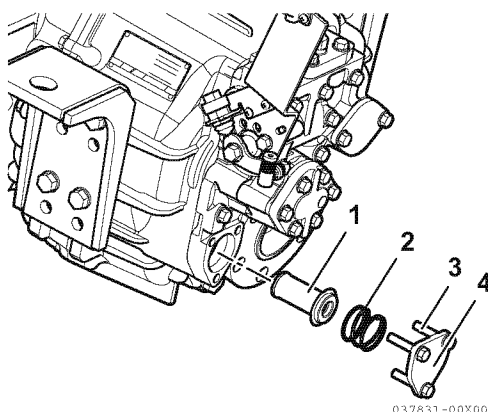

Abbildung 2
4. Drei Schrauben M8 x 40 (3, **Abbildung 2**) und Dichtungen entfernen.
5. Die Abdeckung (4, **Abbildung 2**), die Dichtung, die Feder (2, **Abbildung 2**) und das Ölsieb entfernen (1, **Abbildung 2**).
*Hinweis: Das Ölsieb (1, **Abbildung 2**) muss bei jedem Ölwechsel mit sauberem Öl gespült werden.*